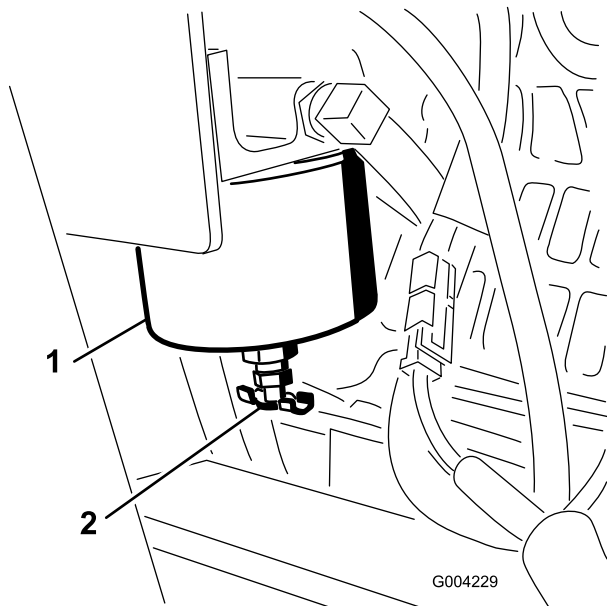

Bild 37
Lassen Sie Wasser und andere Fremdstoffe täglich aus dem Kraftstofffilter bzw. Wasserabscheider ab (Bild 37).
1. Ermitteln Sie den Kraftstofffilter an der rechten Seite des Motors (Bild 37) und stellen Sie einen sauberen Behälter unter den Filter.
1. Reinigen Sie den Anbaubereich der Filterglocke (Bild 37).
2. Entfernen Sie die Filterglocke und reinigen die Kontaktfläche (Bild 37).
4. Drehen Sie die Filterglocke per Hand, bis die Dichtung die Kontaktfläche berührt. Ziehen Sie sie dann um eine weitere 1/2 Umdrehung fester (Bild 37).